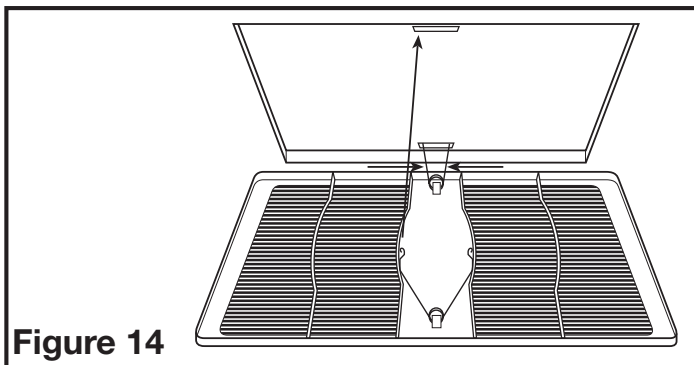

Figure 14
- 4a. **MODÈLES STANDARDS ET AVEC DÉTECTION D'HUMIDITÉ:** Installer la grille en pressant ensemble les deux extrémités des ressorts et en les installant dans les fentes du châssis du ventilateur. Pousser la grille en position (Figure 14).